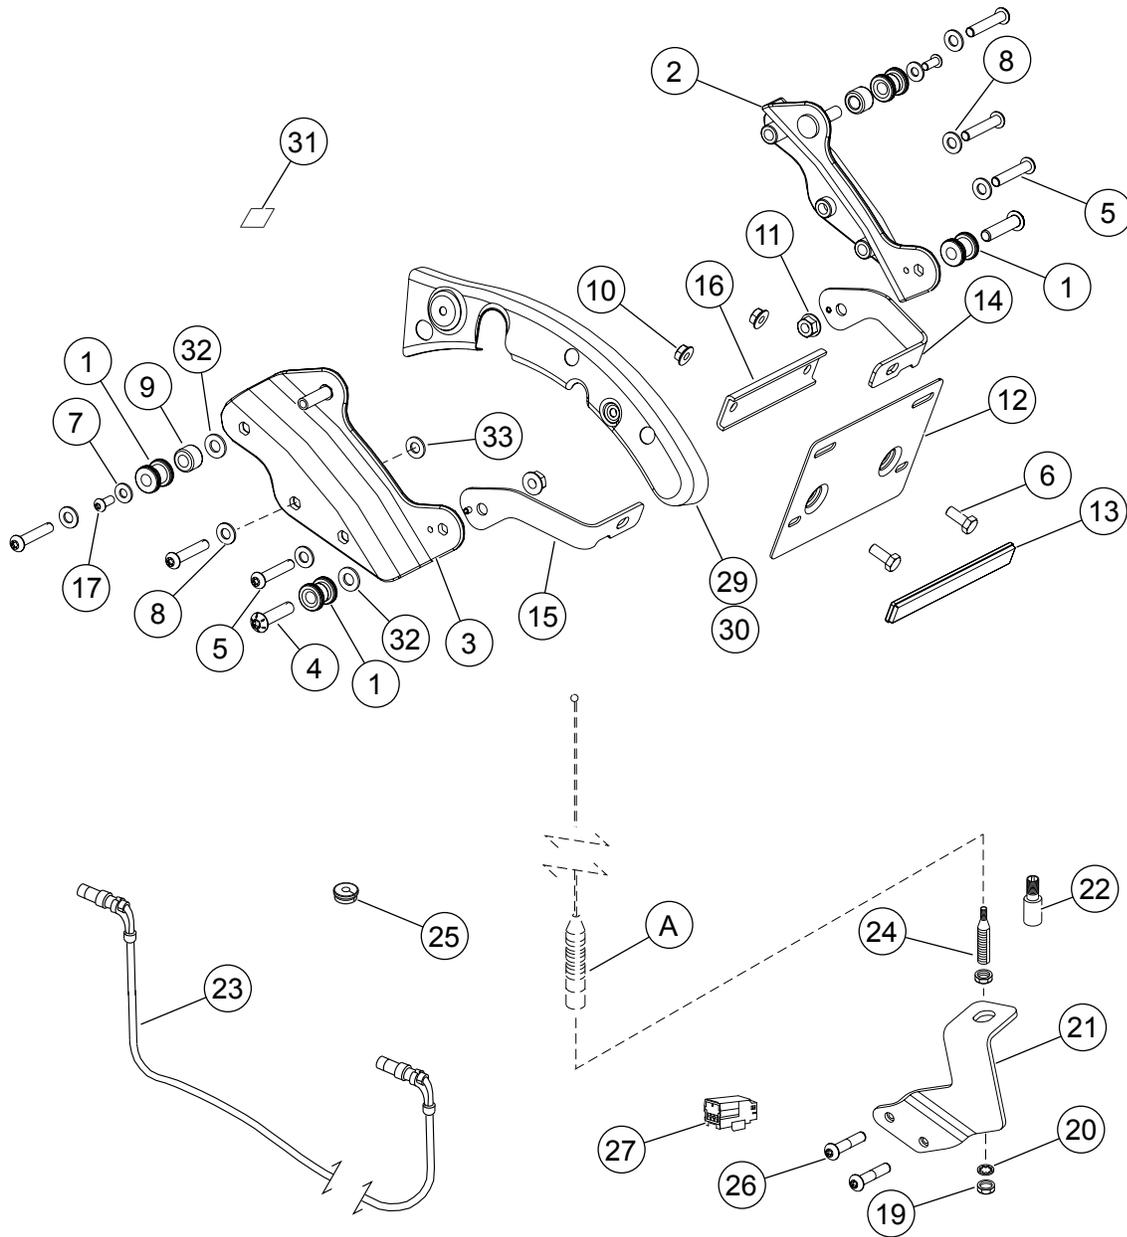

Figura 6. Parti di ricambio: Kit Tour-Pak H-D Detachables
2. Vedere Figura 6. Applicare Loctite 262 alla vite (5). Installare il **nuovo** coperchio del sostegno del parafango (29) e la staffa del punto di ancoraggio (3) con la vite (5), la rondella cromata (8) e la rondella argentata (33). Serrare ad una coppia di 23 N·m (17 ft-lbs). Ripetere per il lato opposto con un **nuovo** coperchio del sostegno del parafango (30).
3. Installare ma non serrare la staffa sinistra (15) alla staffa del punto di ancoraggio, inserendo il perno di allineamento nel foro della staffa di ancoraggio. Installare il punto di ancoraggio (1) con la vite (4) ed il dado (11). Ripetere per installare la staffa destra (14).
4. Installare ma non serrare il porta targa (12) con viti (6), dadi (10) e staffa (16) alle staffe (14 e 15).
6. Serrare a fondo le viti (4).
7. Installare il distanziale (9), il punto di ancoraggio (1), la vite (17) e la rondella (7). Ripetere le operazioni sul lato opposto. Serrare a fondo le viti (17).
- b. Vedere Figura 6. Rimuovere le due viti (17), le rondelle (7), i punti di ancoraggio (1) ed i distanziali (9) dai perni dei punti di ancoraggio anteriori. Rimuovere le due viti (4), i dadi (11) ed i punti di ancoraggio (1) dai perni dei punti di ancoraggio posteriori.
- c. Prendere dal kit due rondelle cromate (32). Installare una rondella su ciascun perno dei punti di ancoraggio anteriori.
- d. Installare i distanziali (9) sui perni anteriori.
- e. Installare i punti di ancoraggio (1, estremità smussata **per prima**), le rondelle (7) e le viti (17). Serrare le viti finché non si bloccano.
- f. Installare i rimanenti punti di ancoraggio (1, estremità smussata **per ultima**) sulle viti (4). Installare una rondella cromata (32) presa dal kit su ciascuna vite.
- g. Inserire le viti attraverso i fori nelle staffe dei punti di ancoraggio (2, 3) e le staffe della targa (14, 15). Fissare con i dadi flangiati (11). Serrare saldamente le viti (4) ed i dadi flangiati (11).
2. Installare il portabagagli del Tour-Pak H-D Detachables secondo le istruzioni. Una volta che i punti di ancoraggio siano stati correttamente allineati e spazati, serrare le due viti (4) ed i dadi flangiati (11) ad una coppia di 34 N·m (25 ft-lbs). Serrare le due viti (17) ad una coppia di 14 N·m (125 in-lbs).
4. Serrare le viti del porta targa (6) ad una coppia di 20–26 N·m (15–19 ft-lbs).
5. Rimuovere il rivestimento dell'adesivo dal catarifrangente rosso (13). Agendo con cautela, centrare ed allineare il catarifrangente con il bordo inferiore del porta targa (12). Spingerla saldamente al suo posto.
- Vedere Figura 6. Fissare il cavo dell'antenna alla barra di sostegno della borsa con una fascetta fermacavi (28) presa dal kit. Usare una seconda fascetta fermacavi per legare il cavo dell'antenna alla guida del telaio, in prossimità delle tubazioni dell'aria della sospensione, sotto il rivestimento cromato. NON fissare il cavo alle tubazioni dell'aria.
- Vedere Figura 6. Tappare il connettore del cablaggio non utilizzato con il corpo del connettore (27) preso dal kit.
- Vedere Figura 6. Avvitare l'adattatore dell'antenna (22) sul gruppo di giunzione dell'attacco dell'antenna (24). Inserire un connettore terminale sul cavo dell'antenna (23) in cima all'adattatore dell'antenna (22). Serrare il dado zigrinato per fissare il connettore. Far passare l'altra estremità attraverso il foro con diametro di 19 mm (3/4 in) in fondo al lato anteriore sinistro del Tour-Pak. Inserire il cavo dell'antenna nella base dell'antenna del Tour-Pak. Serrare il dado zigrinato. Assicurarsi che un tratto di lunghezza sufficiente del cavo sia stato fatto passare nel Tour-Pak. Il cavo deve rimanere piatto sul fondo del Tour-Pak. Assicurare il cavo con fermafilo all'interno del Tour-Pak.
- Installare l'occhiello (25) nel foro del Tour-Pak.
2. Vedere Figura 6. Togliere il cavo dell'antenna (23) dalla parte superiore dell'adattatore (22).
5. Installare l'alberino dell'antenna collegandolo al gruppo di giunzione dell'attacco dell'antenna (24).